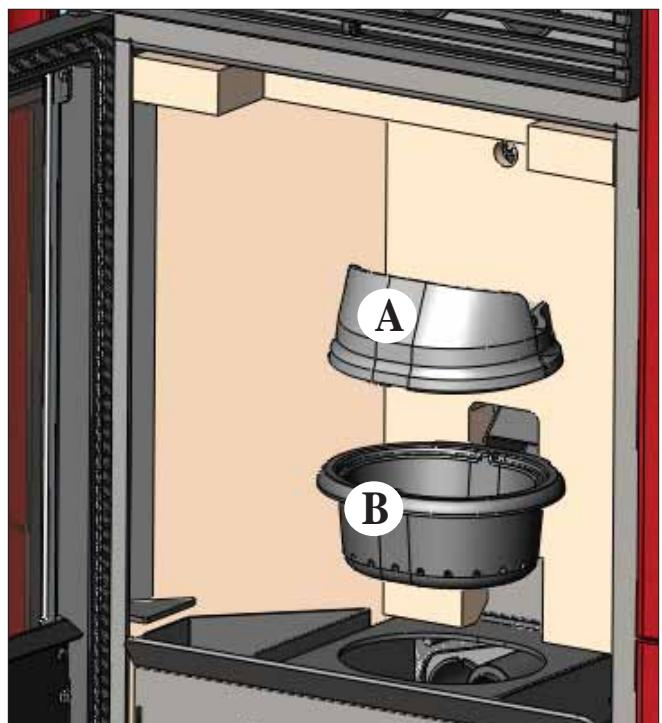
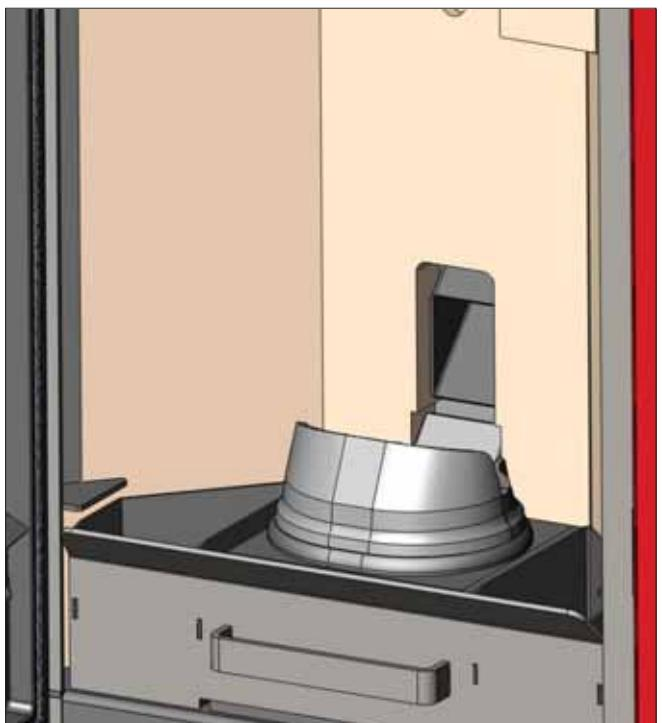

Abb. 1
Abb. 2
Kommt es nach der normalen Reinigung zu einem **FEHLERHAFTEN Zusammenbau des oberen Tiegels (A)** (Abb. 1) mit dem unteren Tiegel (B) (Abb. 1) kann dies den **korrekten Betrieb des Ofens beeinträchtigen**. Folglich vor dem Einschalten des Ofens sicherstellen, dass die Tiegel korrekt wie gezeigt (Abb. 2) ohne Asche oder Brennstoffrückstände zusammengesetzt werden.